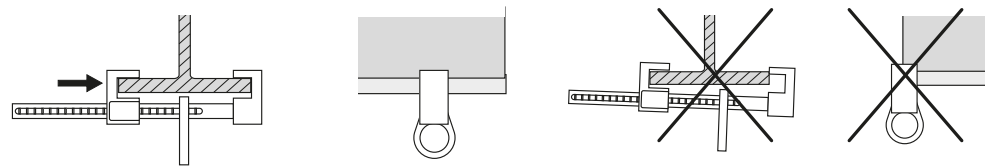

Рис. 5
3. Зафиксируйте устройство на балке при помощи подвижного фиксирующего зажима – рис. 5. Анкерное устройство должно быть расположено симметрично на балке.